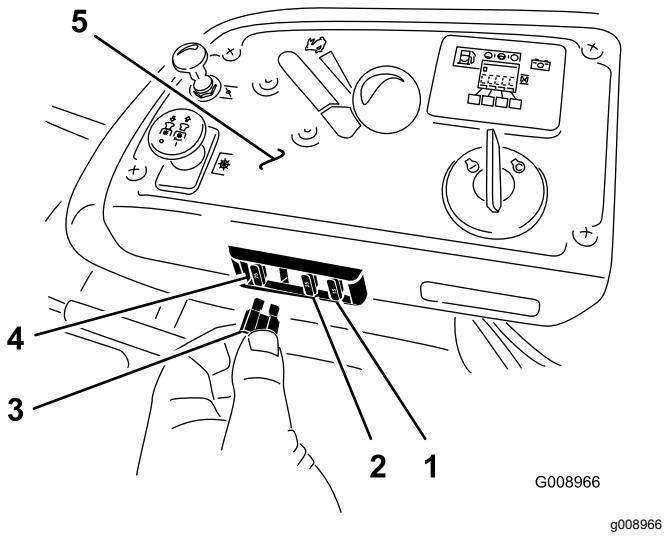

Figura 77
Los fusibles están situados en la consola, a la derecha del asiento (Figura 77).
2. Instale un fusible nuevo (Figura 77).